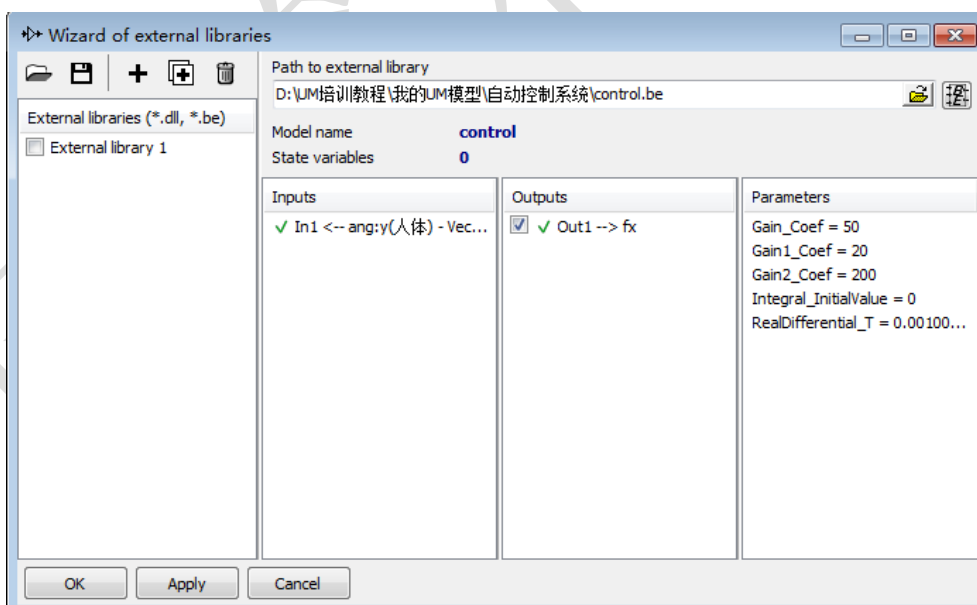

图 2-154
12) 请读者自行尝试不加控制系统的仿真工况，如图 2-154。